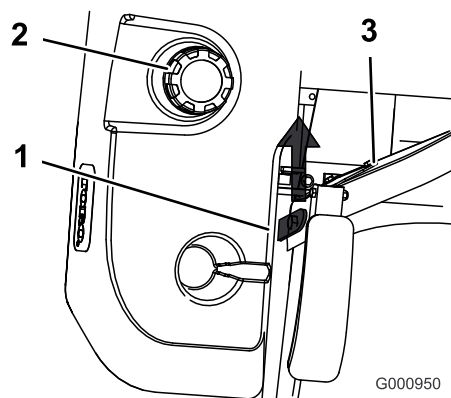

Bild 30
3. Klappen Sie den Sitz hoch. Dies macht die Maschine unter dem Sitz zugänglich (Bild 30).